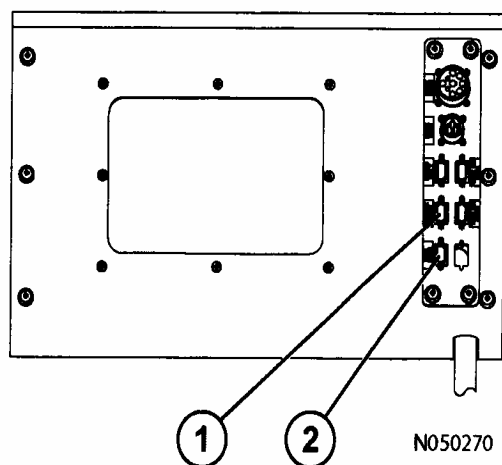

FIGURA 13-3. PUERTOS DE DIAGNOSTICO
4. Conecte el cable serial del VHMS al puerto de diagnóstico del VHMS de la máquina (2, Figura 13-3) y el otro extremo al puerto serial del PC laptop.
1. Conecte el cable serial del VHMS al puerto de diagnóstico del MI (1, Figura 13-3) y el otro extremo al puerto serial del PC laptop.
4. Conecte el cable serial al puerto de diagnóstico VHMS del camión (2, Figura 13-3) y el otro extremo al puerto serial del PC laptop.